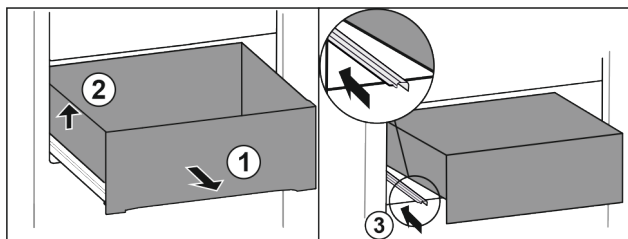

Fig. 127
- ▶ 将抽屉拉出至止挡。 Fig. 127 (1)
- ▶ 抬起抽屉左侧。 Fig. 127 (2)
- ▶ 推入左侧轨道。 Fig. 127 (3)